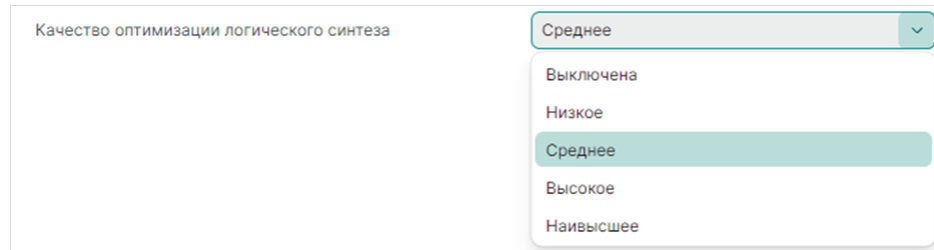

Рис. 136 Выбор качества оптимизации логического синтеза
- «Качество оптимизации логического синтеза» – выбор качества оптимизации логического синтеза, см. Рис. 136.